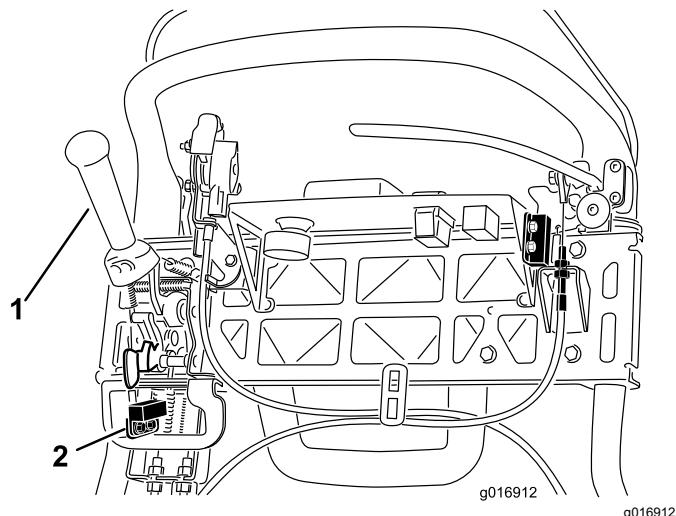

図 42
4. インタロックスイッチを固定しているねじをゆるめる図 42。
5. 走行レバーとインタロックスイッチとの間に厚さ 1.6mm のすきまゲージをはさむ図 42。